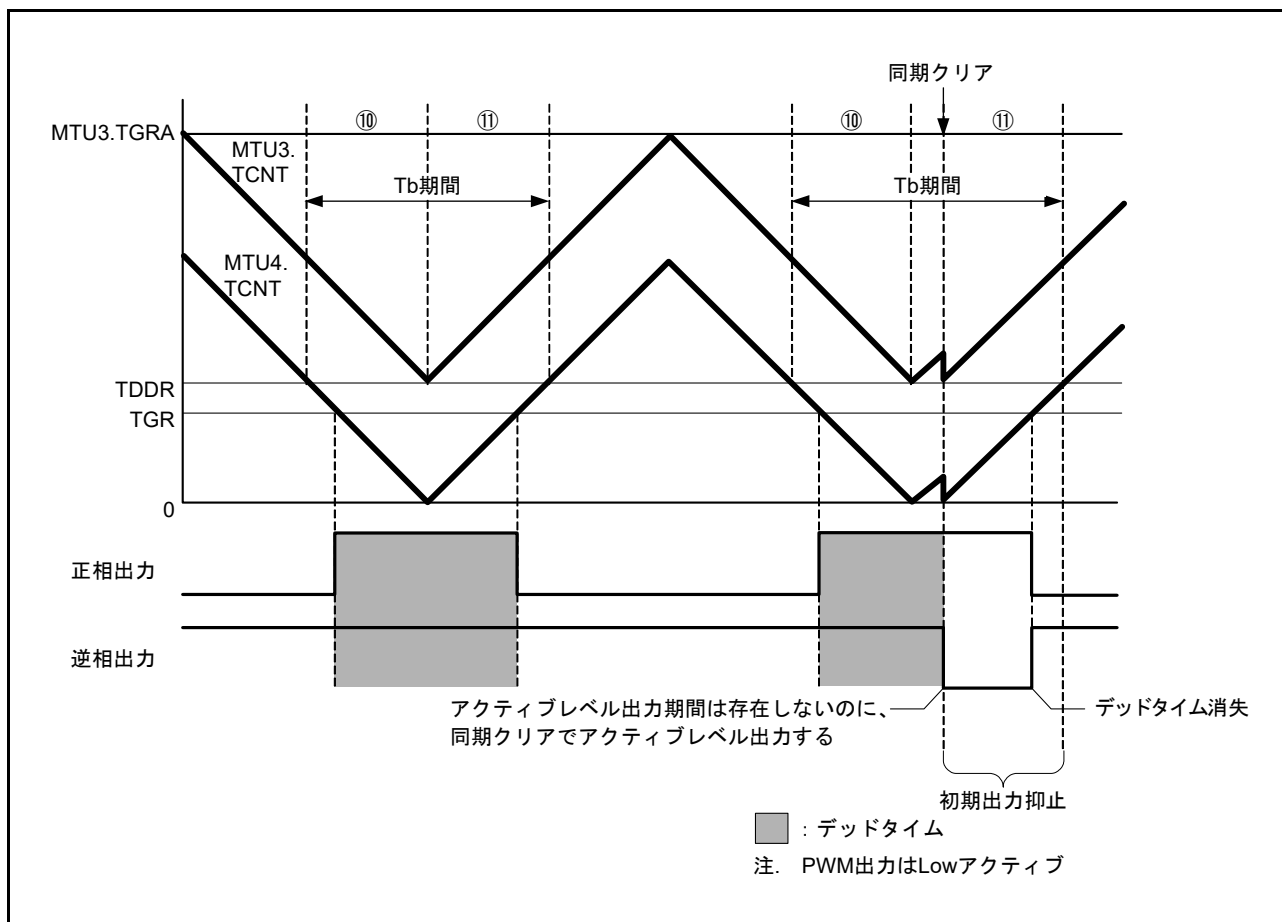

図 23.123 同期クリア例 (条件 2 の場合)
条件 2 : 初期出力の抑止期間⑩、⑪にて、 $MTU3.TGRB \leq TDDR$ 、 $MTU4.TGRA \leq TDDR$ 、 $MTU4.TGRB \leq TDDR$ のいずれかが成立する状態で、同期クリアした場合 (図 23.123 参照)。